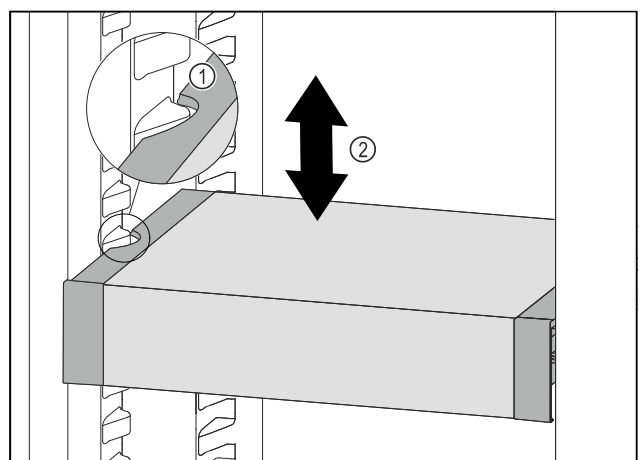

Fig. 116
- Dra VarioSafe framåt tills sidofördjupningarna på VarioSafe är i samma nivå som behållarlisterna i kyldelen. Fig. 116 (1)
- Förflytta VarioSafe uppåt eller nedåt i kyldelen tills önskad höjd har uppnåtts. Fig. 116 (2)